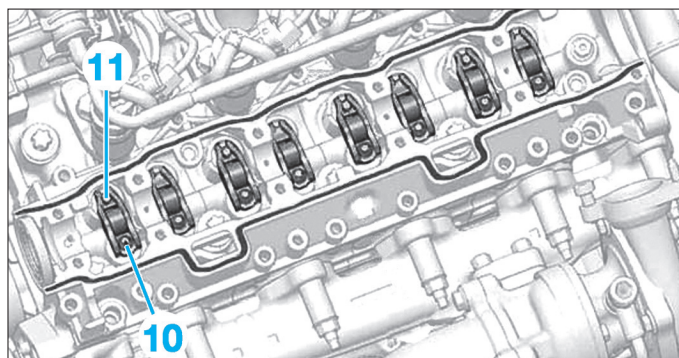
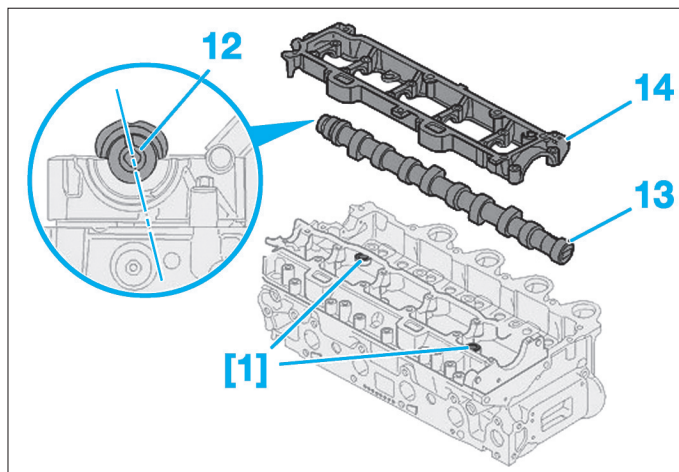

Fig. 46
Fig. 47
- les vis (2),
- la pompe à vide (3),
- les poussoirs hydrauliques (10) (Fig.46)
- les linguets à rouleaux (11).
- Lors de la repose, placer l'encoche de la poulie d'arbre à cames (12) vers le haut (Fig.47).
- l'arbre à cames (13) muni de joint d'étanchéité neuf,
- le carter chapeaux supérieur d'arbre à cames (14).